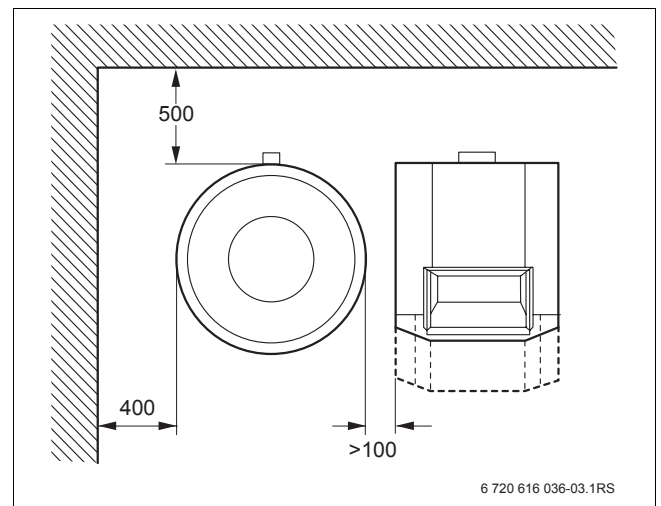

Fig. 4 Distances minimales par rapport aux murs (en mm)
- Assurez-vous que la hauteur minimale du local d'installation et les distances minimales par rapport aux murs sont garanties. (→ tabl. 1, page 6 et fig. 4).
- Respecter les distances minimales par rapport aux murs (→ fig. 4).